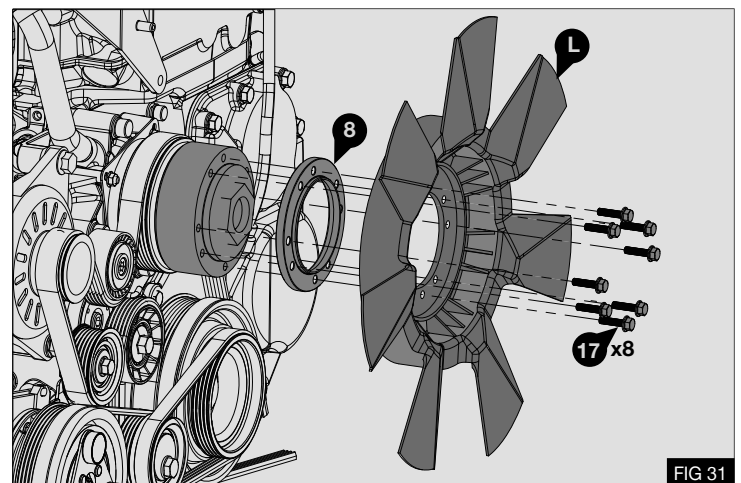

FIG 31
- Instale un espaciador de buje del ventilador (8) vuelva a colocar el ventilador (L) y fjelo utilizando tornillos M6 x 25 (17) - Fig 31
- Apriete los tornillos (17) con un par de torsión de 10 Nm.